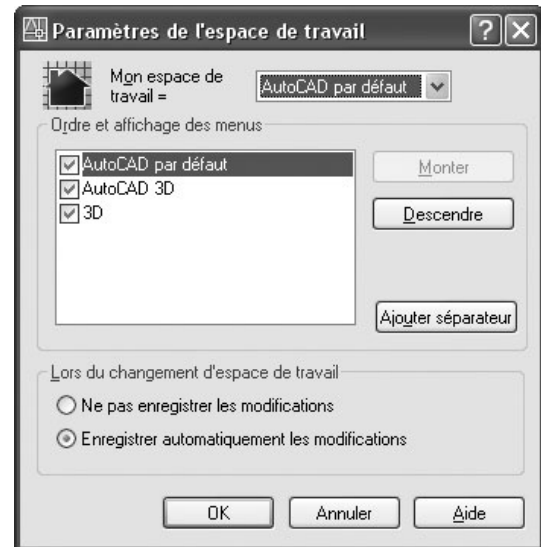

Fig.25.4
- [3] Cliquer sur **OK** pour terminer (fig.25.4).